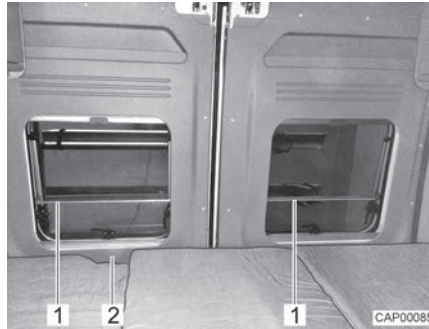

Fig. 49 Protection antichute (lit ar-rière longitudinal)
- ▷ Les fenêtres des portes arrière sont dotées d'une protection antichute (Fig. 49,1). La porte arrière peut être ouverte de l'intérieur au moyen de la poignée (Fig. 49,2).